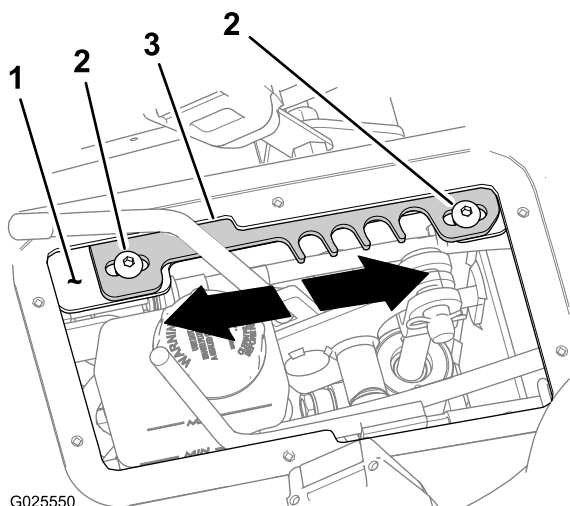

図 72
4. 速度レンジレバーを T 移動走行レンジにセットする(図 72)。
5. ディテントプレートをレバーサポートブラケットに固定している六角ソケットねじ5/16 x 3/4インチ2本をゆるめる 図 72。
- 最高速度を大きくするには、ディテントプレートを **前方** に移動させる 図 72。
- 最高速度を小さくするには、ディテントプレートを **後方** に移動させる 図 72。